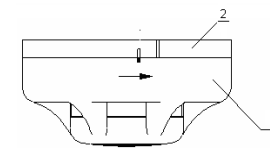

Рисунок 4
- совместить прорезь на боковой поверхности крышки извещателя 1 (рисунок 4) с маленькой меткой на боковой поверхности розетки 2;